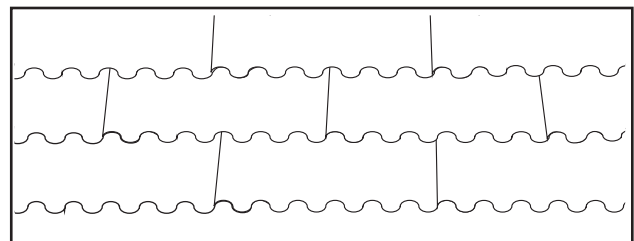

Bild 2: Englische Verlegung
- Bei der englischen Verlegung (Bild 2, 1/2 Platte Versatz) wird eine Dachneigung von 10° empfohlen. Ab 10° macht sich der Selbstreinigungseffekt bemerkbar.
3. Das später auf der Unterkonstruktion aufliegende Profilteil (also jedes 2. Profil) wird in das obere Profil „eingeklippt“. Aus diesem Grund muss alle 40 cm mit einem 5-mm-Bohrer vorgebohrt werden (siehe Abb. 2).
5. Setzen Sie als nächstes die Oberprofile **11** auf die Unterprofile **3**. Die Befestigung des Oberprofils **11** erfolgt im Abstand von 80 cm (bitte vorbohren) mit A2 Edelstahlschrauben im Mittelsteg **5** des Unterprofils **3**. Benutzen Sie hierfür die VLF-Schrauben **8** 6,0 x 60 mm (Abb. 2). Schrauben Sie durchgehend in die Holzunterkonstruktion.